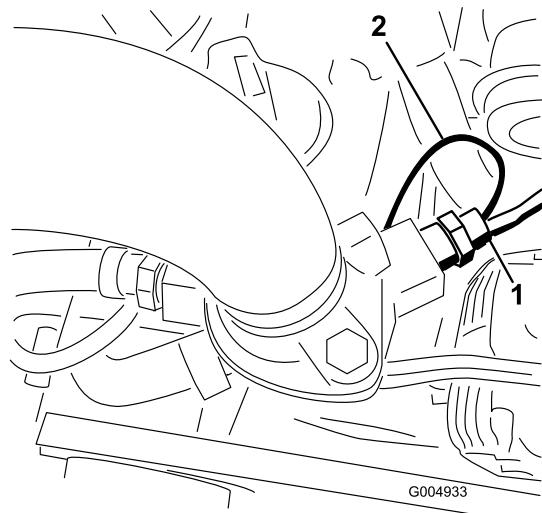

Bild 18
- Befestigen Sie den neuen Zweikontaktschalter an der rechten Seite des Motorthermostatgehäuses (Bild 18).